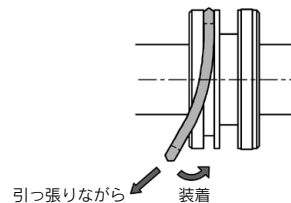

図5 ピストンパッキンの装着
- ③7 ロッドパッキンA: パッキンの方向を間違えないように装着します。
- ③9 ピストンパッキン: 図5のようにパッキンを引っ張りながら装着してください。